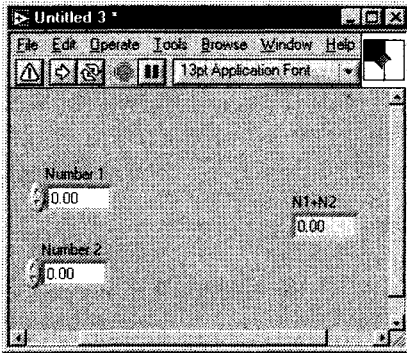

Рис. 5.16
1. Щелкните мышью по терминалу соединительной панели. Курсор автоматически превратится в инструмент соединения и окрасится в черный цвет, как это показано на рис. 5.16.